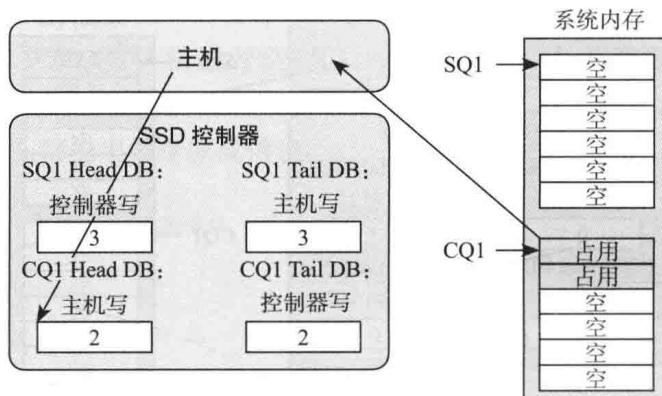

图 6-18 主机处理完 CQ 中的两个命令状态
5) 主机收到 SSD 的短信通知（中断信息），于是从 CQ1 中取出那两条完成信息。处理完毕，主机又漂洋过海地往 CQ1 Head DB 寄存器中写入 CQ1 的 head，值为 2，如图 6-18 所示。